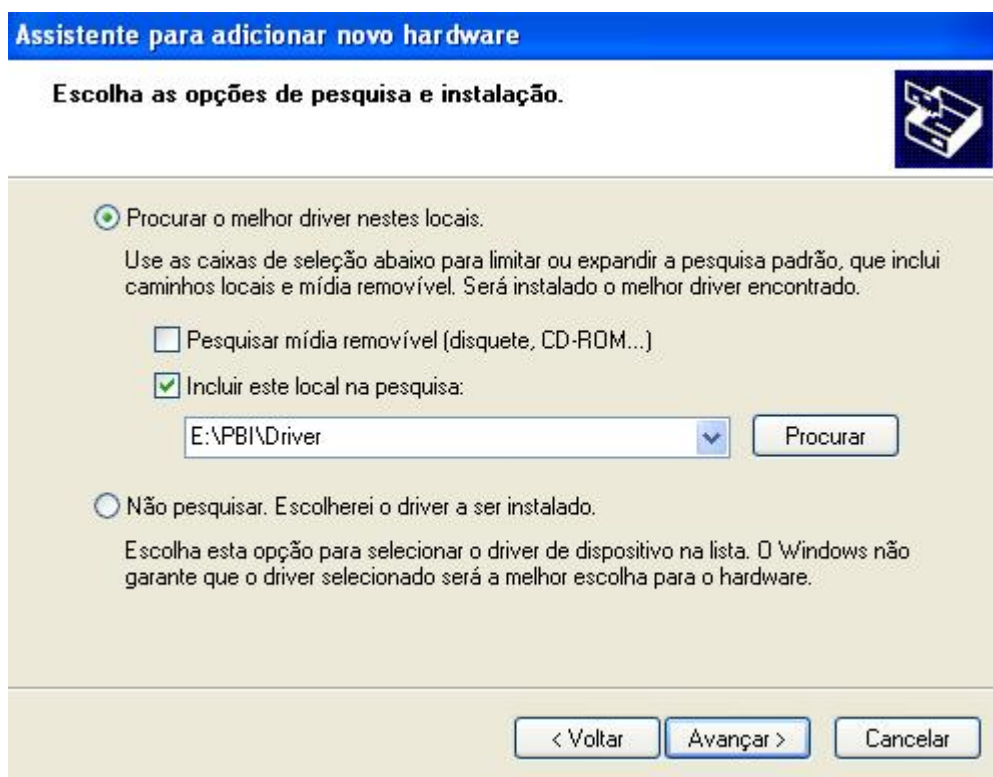

Figura 1.6 – La instalación del Driver paso a paso (parte 2)
- 2º paso: en la pantalla siguiente, el usuario deberá buscar el directorio donde se ubica el driver. En seguida, haga clic en "Avanzar". Vea Figura 1.6